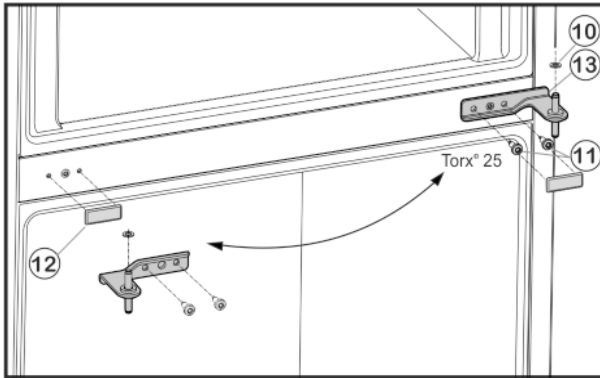

Fig. 5
- ▶ Sabitleme vidalarını Fig. 5 (11) sökün (2 kez Torx® 25) ve orta yatak mesnedini alt kapıdan dışarıya doğru çekin.
- ▶ Plastik camı Fig. 5 (10) çıkarın.
- ▶ Kapağı Fig. 5 (12) dikkatli bir şekilde çekip çıkartın.
- ▶ Kapağı Fig. 5 (12), karşı tarafa tekrar yerleştirin.
- ▶ Orta yatak mesnedini Fig. 5 (13) 180° çevrilmiş bir şekilde alt kapıya yerleştirin ve sabitleme vidalarını Fig. 5 (11) (2 kez Torx® 25) yeni menteşe tarafına **sıkıca (4 Nm ile)** vidalayın.
- ▶ Plastik camı Fig. 5 (10) tekrar takın.
- ▶ Üst kapıyı orta yatak mesnedine Fig. 5 (13) yerleştirin.